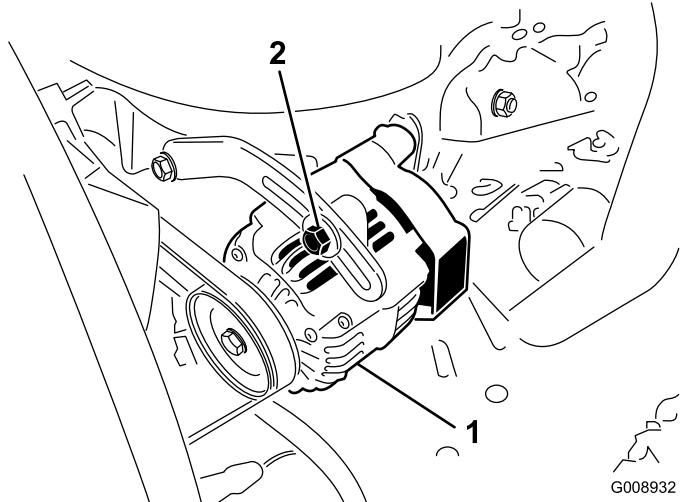

Рисунок 61
2. Якщо відхилення не становить 10 мм, ослабте болти кріплення генератора (Рисунок 61).